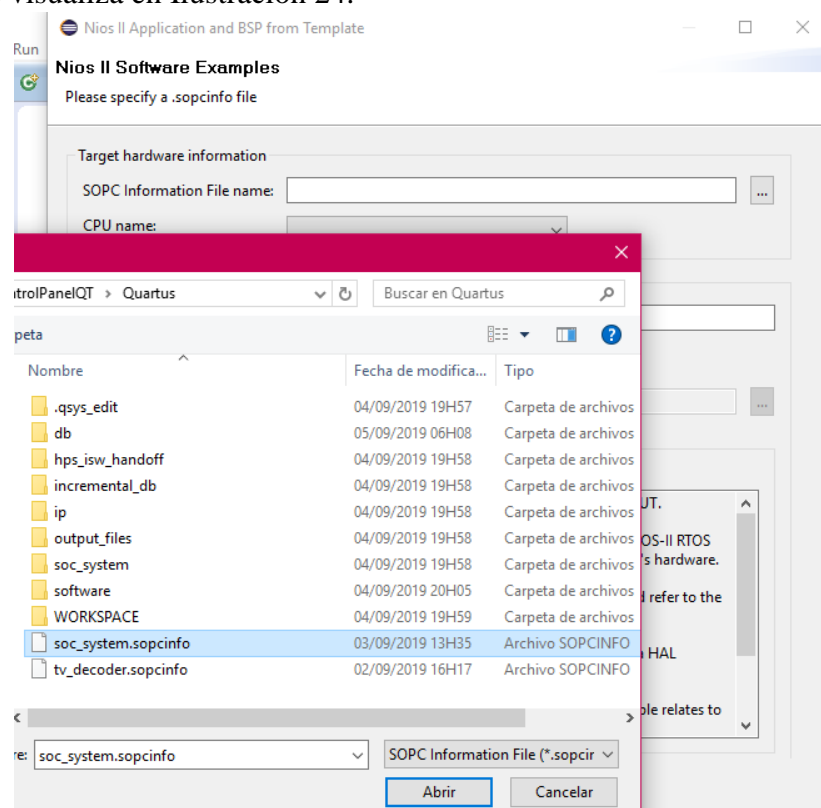

Ilustración 24 - Seleccionar *soc_system.sopcinfo*
27. En la opción *SOPC Information File name*, proceda a buscar el archivo *soc_system.sopcinfo* que tendrá toda la información de la computadora embebida, como se visualiza en Ilustración 24.